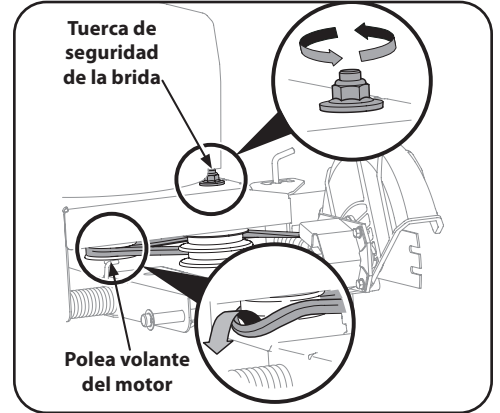

Figura 4-3
NOTA: Para ayudar a armar nuevamente, observe la orientación de la correa de transmisión sobre las dos poleas locas y la polea volante del motor antes de realizar los siguientes pasos. Vea la Figura 4-3.
1. Trabajando delante de la bordeadora, afloje la tuerca de seguridad con brida que está sobre el bastidor, permitiendo que el conjunto de la polea loca gire levemente fuera del bastidor. Vea la Figura 4-3.
2. Con la otra mano, alcance cuidadosamente debajo de la parte posterior de la unidad y extraiga la correa de alrededor de la polea volante del motor. Vea la Figura 4-3.